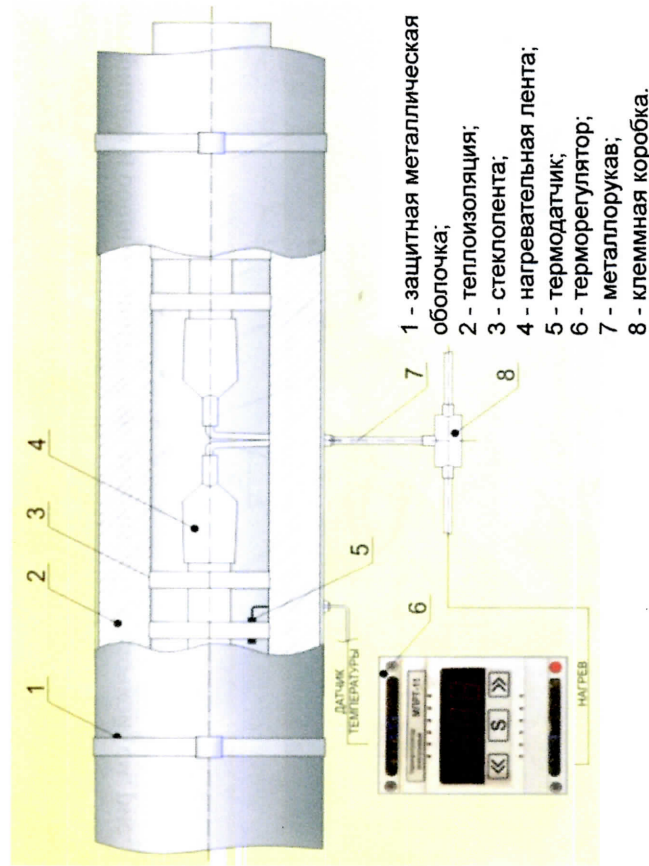

Рис.6. Вариант подключения нагревательной ленты ЭНГЛ-1 с использованием терморегулятора.
7.4.3. При монтаже терморегулирующих устройств с нагревательными лентами ЭНГЛ-1 необходимо обеспечить полный контакт чувствительных элементов с активной частью нагревателя и поверхностью технологического трубопровода (см. рис.6).